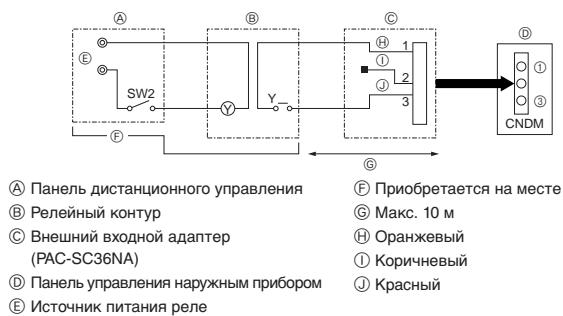

Fig. 9-2
- ① При использовании внешнего входного адаптера (PAC-SC36NA) (поставляется отдельно) дополните электросхему как показано ниже.
9.2. Функция по запросу (модификация на месте) (Fig. 9-2)